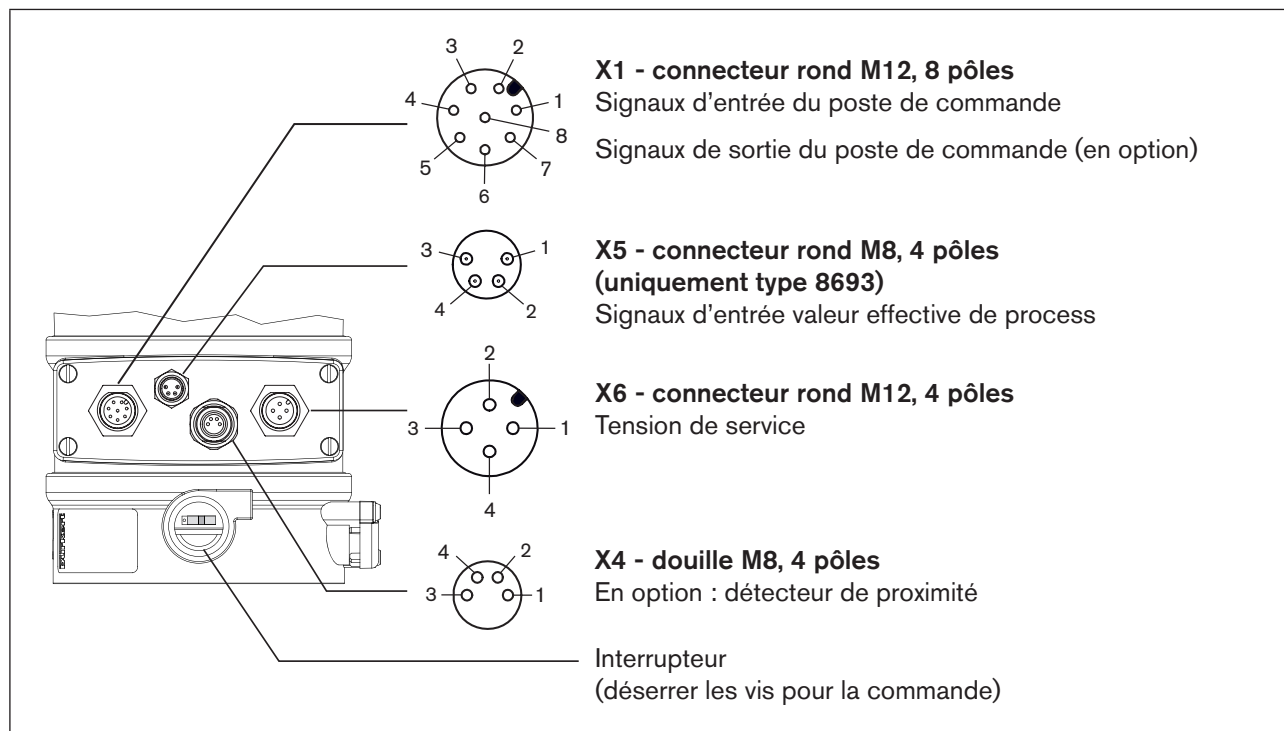

Figure 28 : Connexion électrique avec connecteur rond 24 V DC
*** Position de l'interrupteur voir « Figure 28 : Connexion électrique avec connecteur rond 24 V DC ».